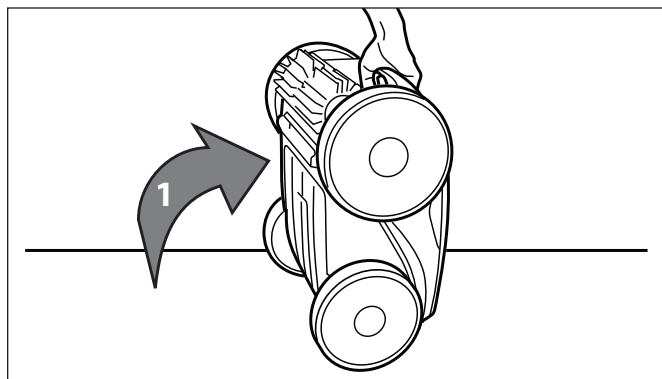

Figure 31. Nettoyer l'appareil en position debout
1. Soulever le nettoyeur en position verticale de sorte que la poignée soit vers le haut. Se référer à la Figure 31.